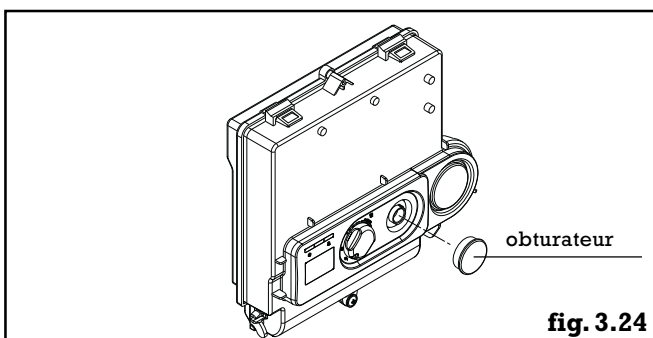

fig. 3.24
- retirer l'obturateur du tableau de bord à l'aide d'un tournevis (fig. 3.24)